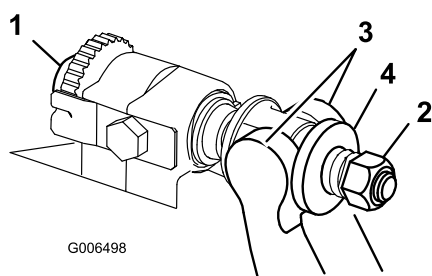

図 25
- ベッド・バー調整ネジ（図 25）を左に回してベッドナイフとリールの接触をなくす。
- スプリング・テンション・ナットをゆるめて、ワッシャがベッドバーを全く押さないようにする（図 25）。